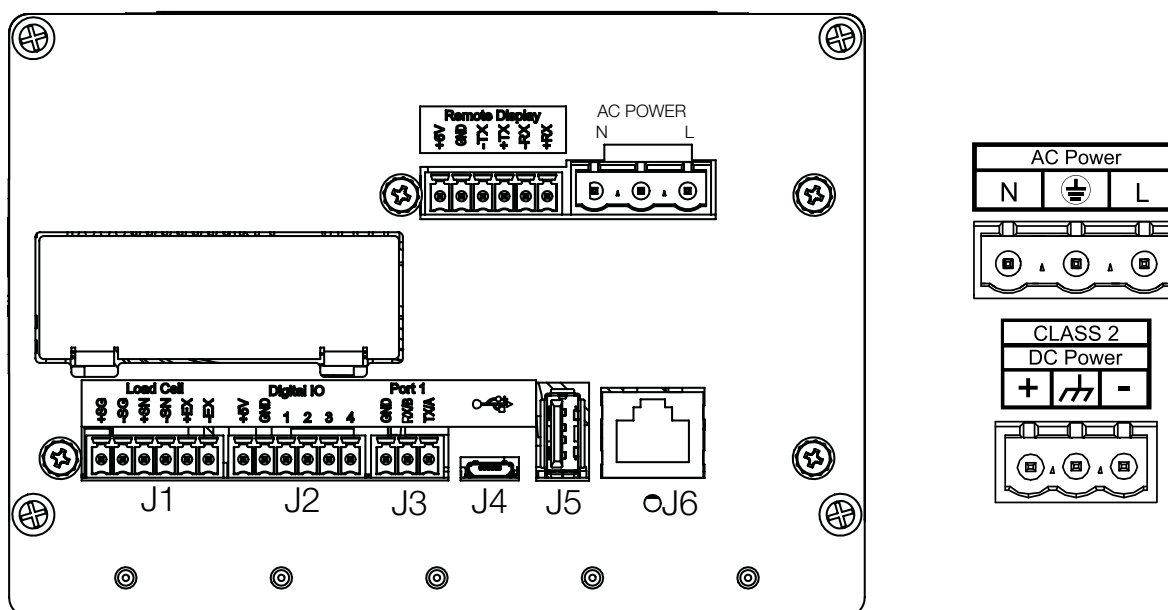

Figura 2-17. Ubicación de la conexión de alimentación
A continuación se muestran las conexiones de alimentación del 880 de montaje en panel. Se utiliza un enchufe de 3 clavijas para conectar la alimentación de CA (n.º ref. 152334) o la alimentación de CC (n.º ref. 15888) a la placa de alimentación. Conecte los hilos como se muestra en la Figura 2-17.
El conector J3 (consulte la Figura 2-17 en la página 31) proporciona las conexiones para las comunicaciones serie RS-232 o RS-485/RS-422 de dos hilos. Consulte la asignación de clavijas en la Tabla 2-5.
El puerto de dispositivos USB (conector micro-USB J4, Figura 2-17 en la página 31) está diseñado para conectarse exclusivamente a un ordenador. Se indica como puerto COM virtual y recibe la designación «COMx». Las aplicaciones se comunican a través del puerto como si se tratara de un puerto de comunicación RS-232 estándar.
El 880 puede actuar como host de un dispositivo USB a través de la conexión USB de tipo A (J5). Consulte la Figura 2-17 en la página 31. Los dispositivos admitidos incluyen unidades flash y teclados USB. Consulte la configuración en la Sección 3.2.11 en la página 61.
El 880 dispone de comunicación Ethernet TCP/IP 10Base-T/100Base-TX con un conector RJ45 estándar (J6). Consulte la Figura 2-17 en la página 31. Puede admitir dos conexiones simultáneas, una como servidor y otra como cliente.